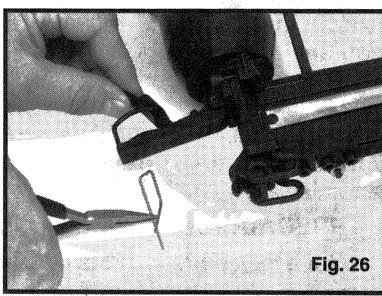

Fig. 26
4. Quite el sujetador atorado (ver la Fig. 26).